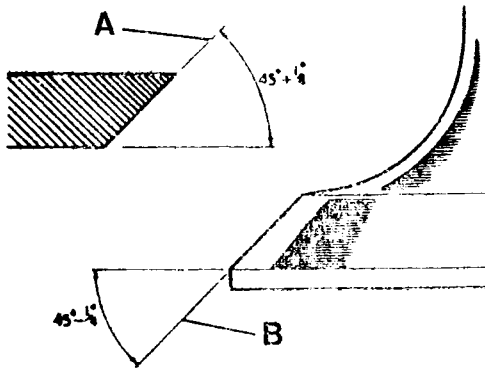

Fig. A3-53 Angulo de asiento en válvulas y culata
- 2.6. Con el equipo apropiado, verificar los asientos de las válvulas en la culata, siendo la inclinación correcta  $45^\circ + 1/4^\circ$  tanto para admisión como para escape A (Fig. A3-53).
- 2.7. La inclinación correcta de los asientos de las válvulas tanto para admisión como para escape, es de  $45^\circ - 1/4^\circ$ , B (Fig. A3-53).
- 2.8. Se llevará a cabo el rectificadado de los asientos de las válvulas en la culata, con el equipo apropiado, teniendo en cuenta que dicho ángulo es el, A, citado en la Fig. A3-53.